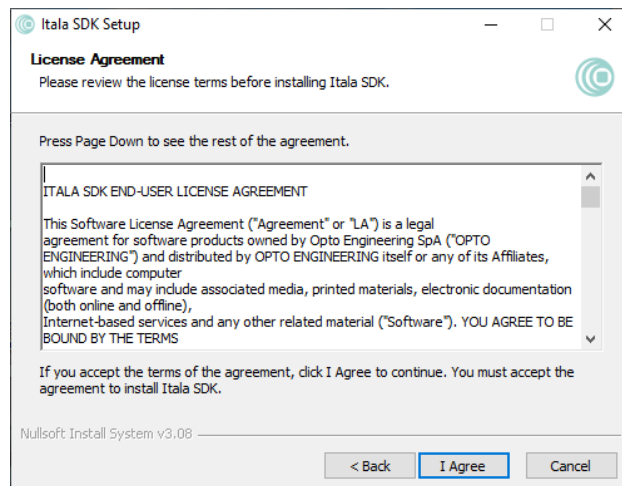

Figure 14: Itala SDK 许可协议窗口。
3. 安装 Itala SDK（Fig.14）之前，请检查许可条款。